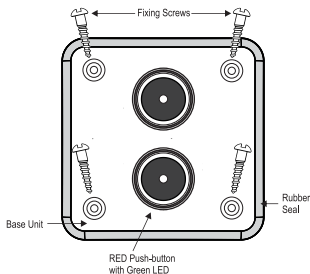

Fig.2
- Fije la unidad base con los cuatro tornillos de fijación que se proporcionan con el paquete del dispositivo (ver Fig.2)